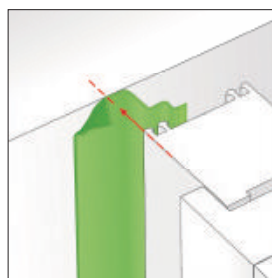

Рис.2
- Приклеювання у форматі «W» (Рис. 2): видалити захисну плівку з вузької смужки та приклеїти стрічку, що самоприклеюється до зовнішнього краю віконної рами на зручній ділянці профілю. Необхідно зафіксувати її до віконного блоку перед його встановленням.